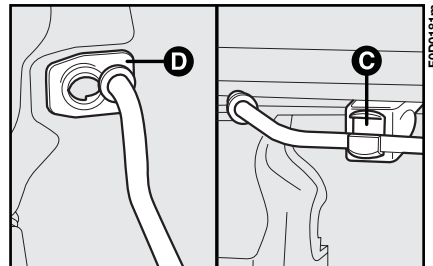

Abb. 135
1) die Motorhaube mit einer Hand halten und mit der anderen Hand den Stützstab **Abb. 135** aus der Aufnahme **D** nehmen und in seine Befestigung zurücklegen **C**;